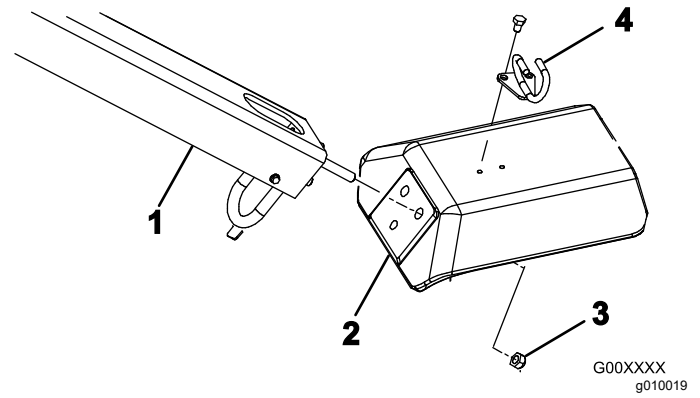

图 4
2. 将手柄安装螺栓插入固定叉的孔中图 4。
3. 用 3 个锁紧螺母 ½ 英寸将手柄螺栓固定到固定叉上图 4。
5. 用 2 个螺栓 5/16 x ½ 英寸将线缆导管安装至固定叉图 4 的顶部。